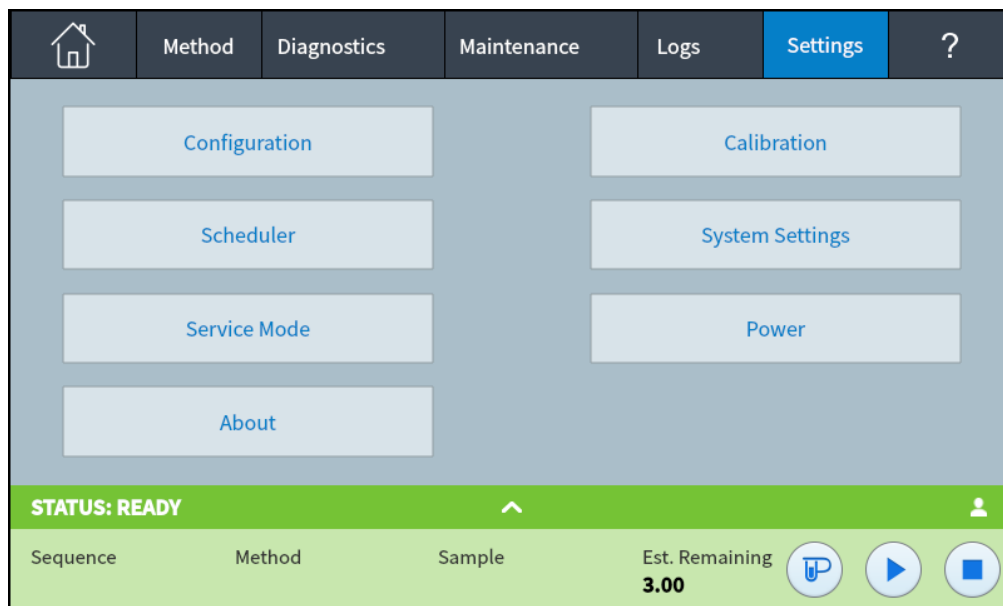

Figura 63. Vista de parámetros
- 1 Seleccione **Ajustes (Settings)**. Se abrirá la vista Ajustes (Settings). Consulte **Figura 63**.